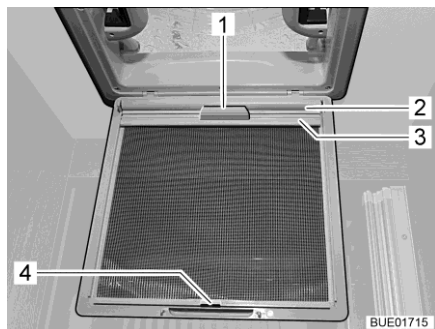

Fig. 86 Oscurante a rullo (oblò)
- Tirare l'oscurante a rullo (Fig. 86,2) utilizzando la maniglia (Fig. 86,1) e agganciare il listello di supporto (Fig. 86,3) ai ganci (Fig. 86,4) sulla protezione contro gli insetti.
- Staccare il listello di supporto (Fig. 86,3) dai ganci (Fig. 86,4) e ricondurre lentamente l'oscurante a rullo (Fig. 86,2) utilizzando la maniglia (Fig. 86,1).